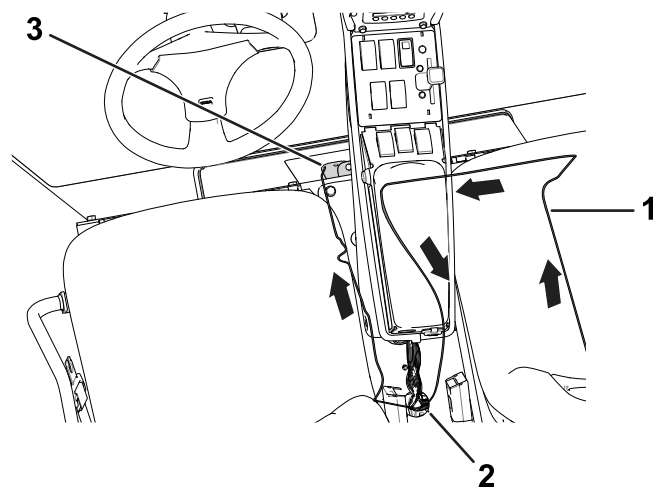
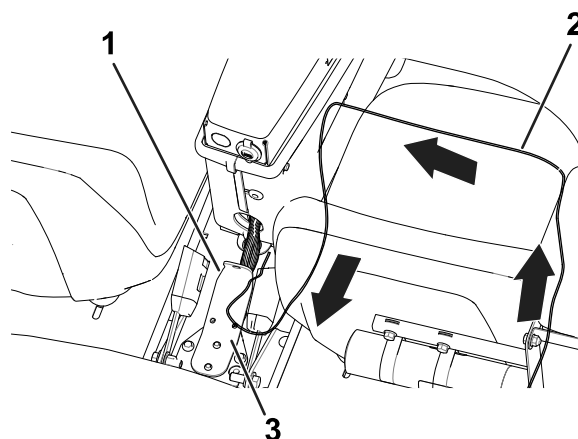

图 8
图 9
通过控制台开口沿现有线束布置管子图 9。
通过控制台开口沿现有线束布置管子直至座椅底座的前面图 8。
4. 用扎带将管子固定到现有线束图 9 或图 8。